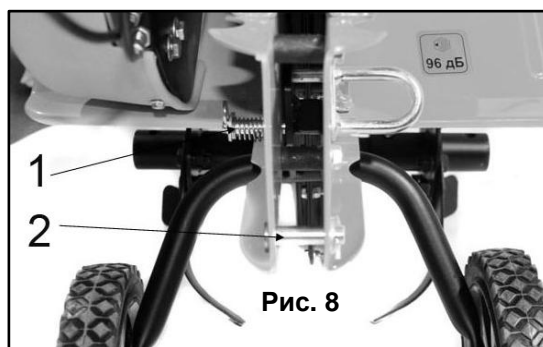

Рис. 8
- Отсоедините шплинт (2)(См. Рис.8), выньте стопорный палец, а затем выньте сошник из держателя.
- С помощью шплинта (2)(См. Рис.8), к культиватору можно прикрепить различные аксессуары – сцепку (мод. PRORAB 8001001) для крепления к ней картофелевыкапывателя (мод. PRORAB 8001016), окучника (мод. PRORAB 8001007), плуга (мод. PRORAB 8001016) или грунтозацепов (мод. PRORAB 8001004).